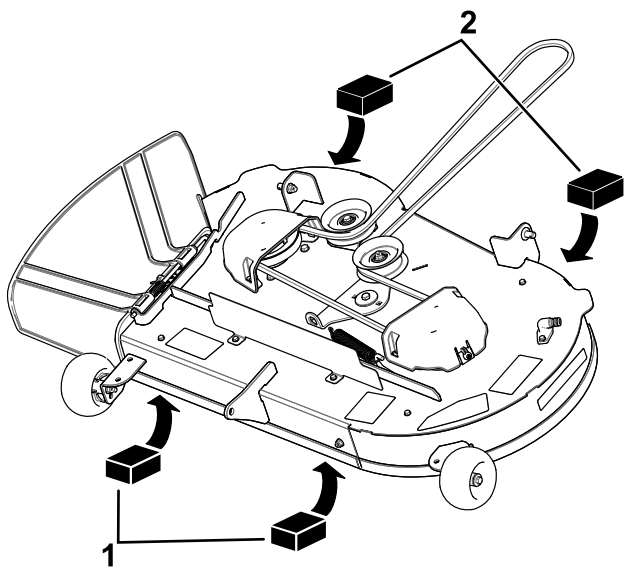
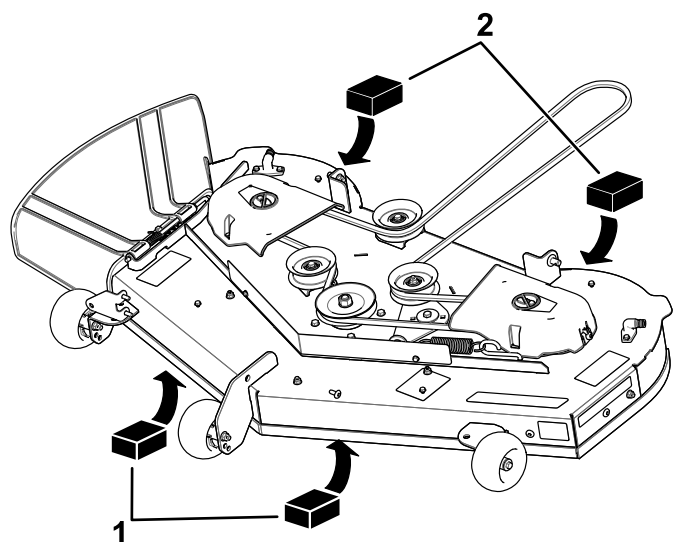

Figura 68
Figura 69
4. Coloque dos bloques de 6.6 cm (2 5/8") de grosor debajo de cada lado del borde delantero de la carcasa, pero no debajo de los soportes de los rodillos protectores del césped (Figura 68 o Figura 69).
5. Coloque dos bloques de 7.3 cm (2 7/8") de grosor debajo del borde trasero del faldón de la carcasa de corte, uno en cada lado de la carcasa de corte (Figura 68 o Figura 69).